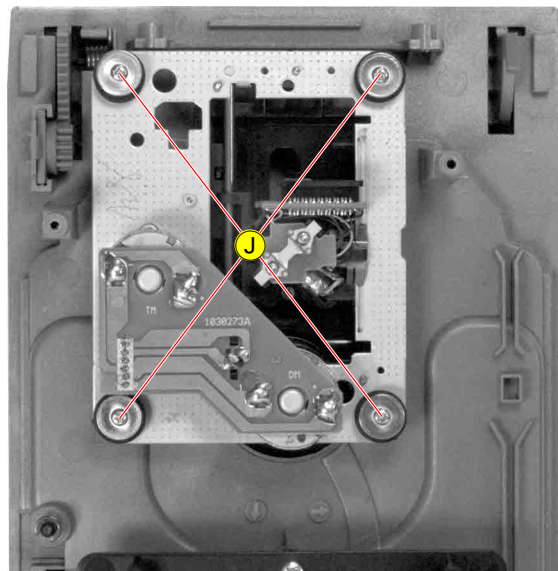

Fig. 12
- 4 Schrauben (O) (Fig. 12) herausdrehen und CD-Laufwerk herausnehmen.
- Undo 4 screws (O) (Fig. 12) and take out CD Drive.